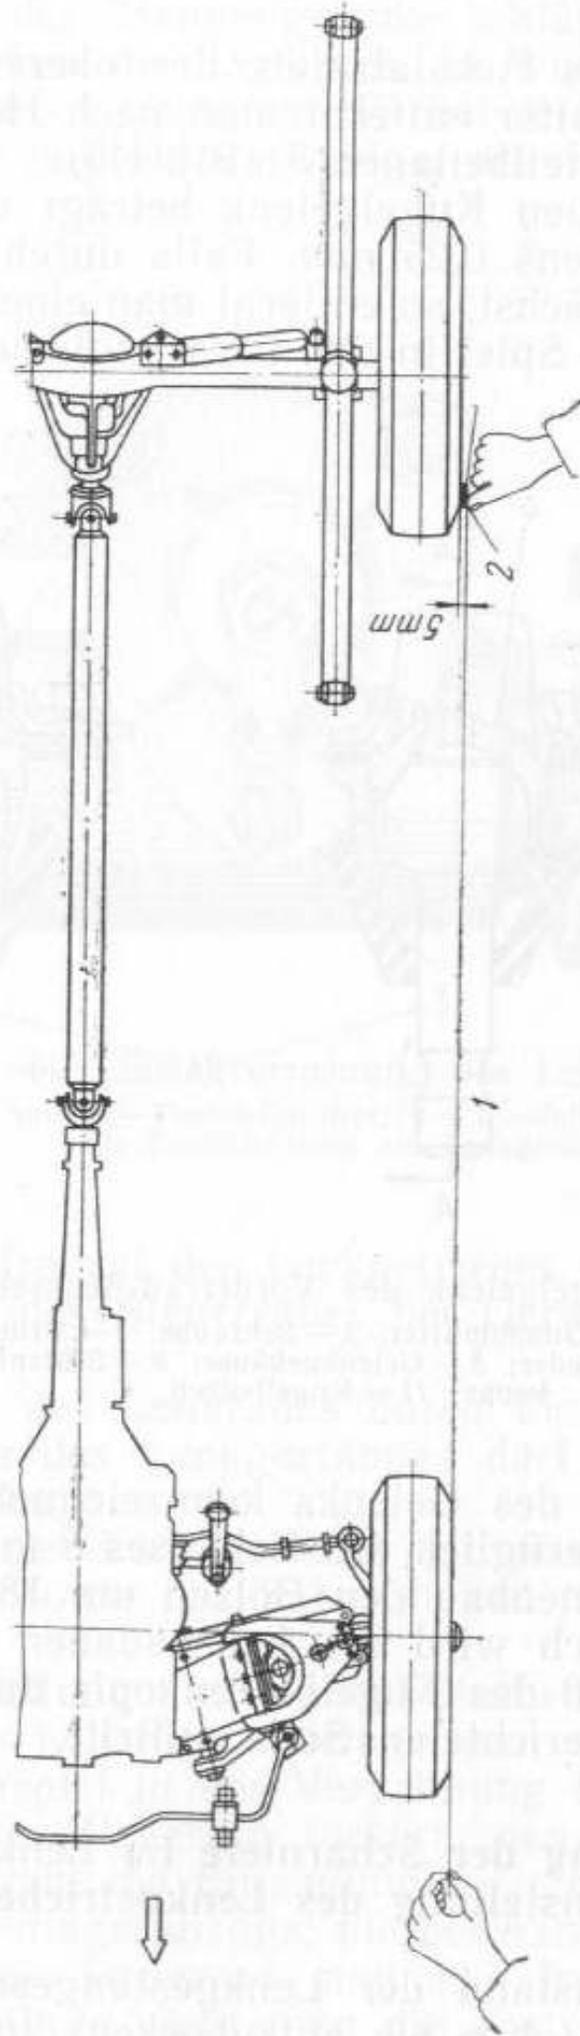

Bild 44. Prüfung des richtigen Anbaus des linken Vorderrades;
2. Prüfen, ob das linke Rad die richtige Stellung für die Geradeausfahrt innehat, wozu man die Schnur 1 (Bild 44) vom Reifen des linken Hinterrades bis zum linken Vorderradreifen auf einer Höhe etwas unter den Radmitten ausspannt. Hierbei muß die Schnur dicht unter der Radnabenkappe des Vorderrades durchgehen (nach Entfernen der dekorativen Radkappe). In Anbetracht dessen, daß die Spur der Hinterräder schmaler ist, als die Vorderradspur, schiebt man zwischen die Schnur und die Seitenwand des Hinterradreifens (an seinem vorn befindlichen Bogen teil) eine Platte 2 von 5 mm Dicke.*